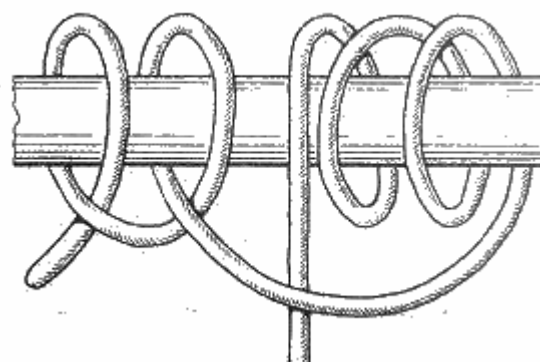

Рис. 59. Верблюжий узел
**Верблюжий узел** (рис. 59). Если вам нужно привязать тонкую веревку к другой, более толстой веревке для тяги под любым углом, советуем воспользоваться этим удлинительным узлом. Будучи правильно завязан, он не скользит ни влево, ни вправо. Его всегда легко развязать даже в том случае, если он намок и сильно затянулся.